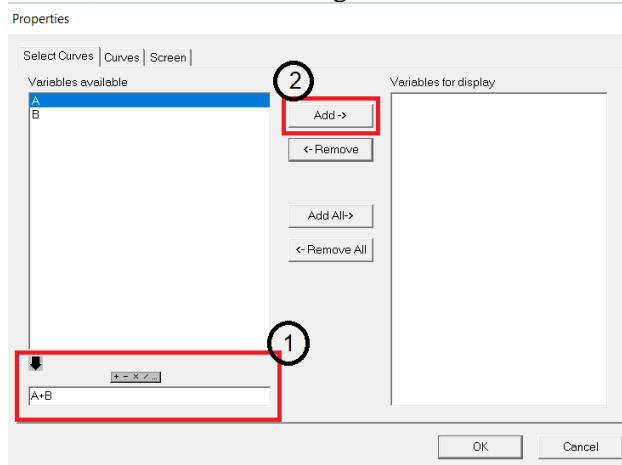

Figura 6 – Operações entre ondas.
3. Para o circuito da Figura 6, substitua o indutor L por um capacitor C de 9,22 μF e repita as medições, com o ponto terra em sua posição original, plote em um mesmo gráfico as tensões v_F ,